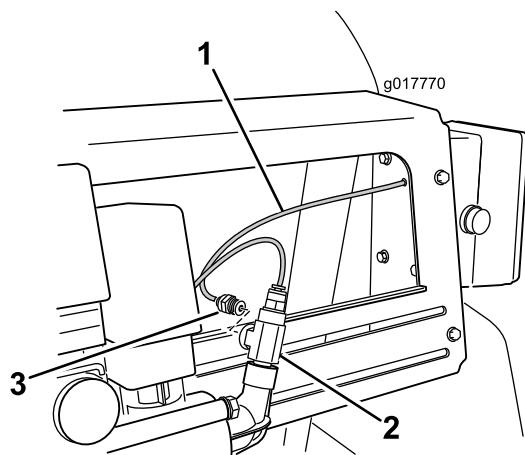

図 7
3. コントロールボックスの背面から出ている赤い水圧計用チューブを、T字フィッティングに接続する (図 7)。